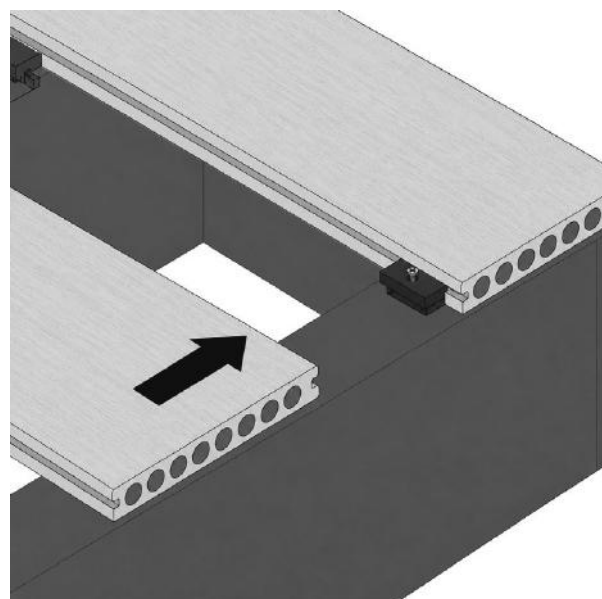

FIG. 5 - LAME SUIVANTE GLISSÉE SUR LE CLIP INVISIBLE
- 04 Placez la lame suivante en position contre les clips invisibles (fig. 5) : soulevez légèrement le chant extérieur de la lame en cours de pose et faites-la glisser sur le clip invisible ; assurez-vous que le chant de la lame de terrasse est en contact avec la languette d'espacement ; tapotez légèrement pour la mettre en place si nécessaire.